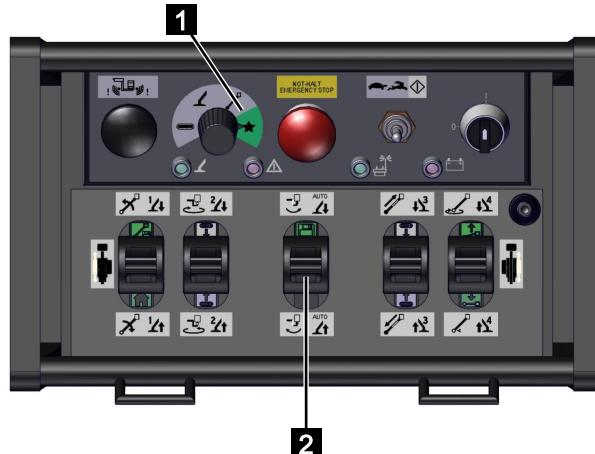

Abb. 139
2. Funktionswahlschalter (Abb.139/1) auf [Sonderfunktion] (grün) stellen.
3. Den Steuerhebel (Abb.139/2) gemäß nachfolgender Tabelle bedienen.